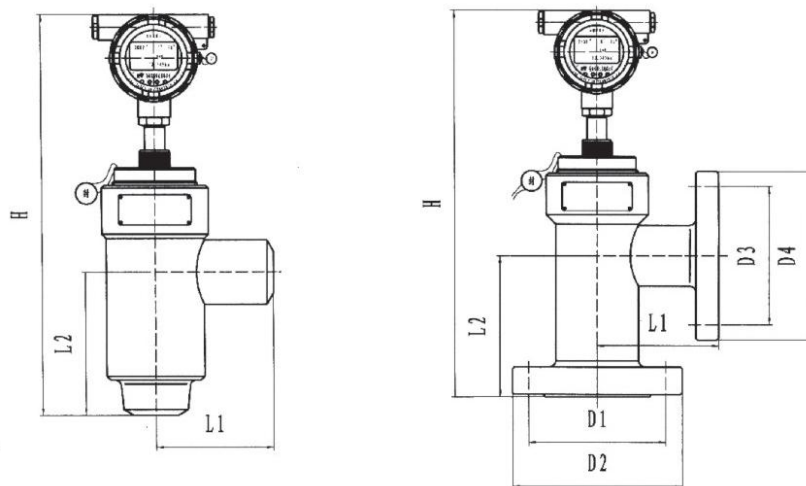

图7
1、LWL-C系列涡轮流量计角式安装规格及外型尺寸（见表3和图7）